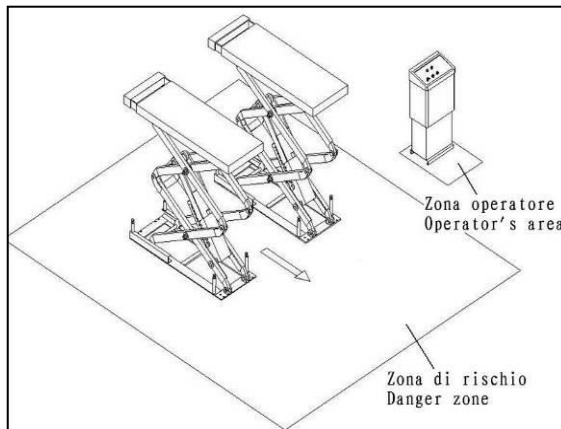

Figura 6
- Não entrar na área de segurança enquanto o veículo está ser levantado (figura 6).
Durante as operações de subida e descida, nenhuma pessoa é admitida para trabalhar sob as partes móveis do elevador, deve trabalhar na zona segura. (Figura 6)